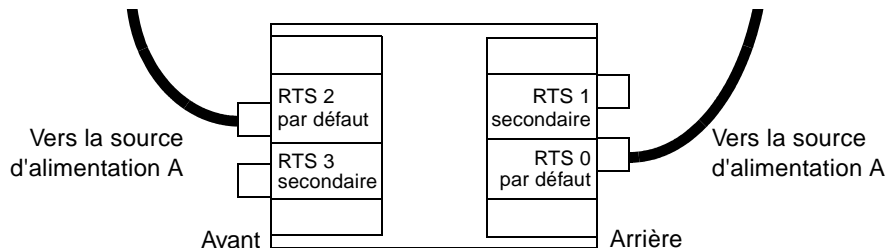

FIGURE 2-9 Une seule source d'alimentation en CA
- Dans une configuration avec une seule source d'alimentation en CA, vous devrez connecter deux câbles : un à l'avant (à gauche) et un à l'arrière du système (à gauche également) (FIGURE 2-9). **La connexion des interrupteurs RTS à des prises qui utilisent la même source d'alimentation que les interrupteurs RTS par défaut n'est pas prise en charge et peut affecter la fiabilité du système.**